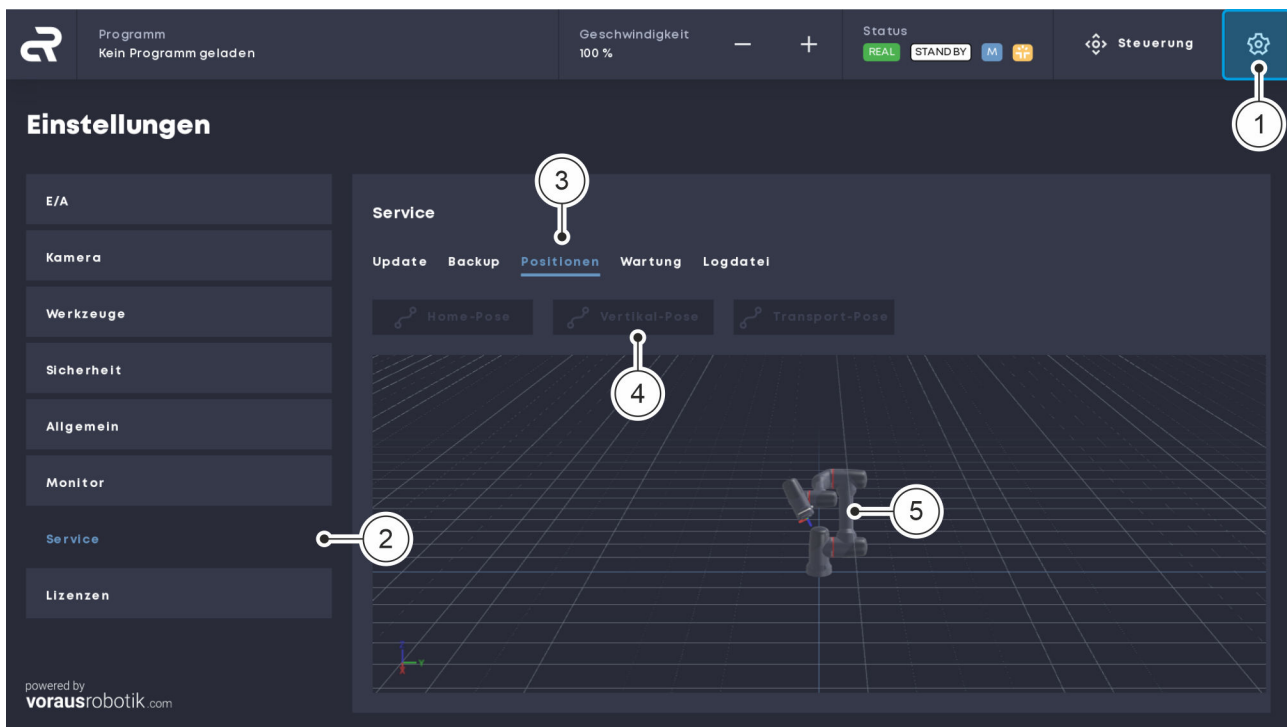

Abb. 41 Vertikale Position anfahren
- In der Navigationsleiste auf das Zahnradsymbol klicken Abb. 41 / ①, um das Menü „Einstellungen“ zu öffnen.
- Im Menü „Einstellungen“ auf die Schaltfläche „Service“ in der linken Registerkarte klicken, um das Fenster der Serviceeinstellungen zu öffnen Abb. 41 / ②.
- Im Menü „Service“ die Registerkarte „Positionen“ auswählen Abb. 41 / ③.
- Auf die Schaltfläche „Vertikal-Pose“ klicken und gedrückt halten, bis die vertikale Position erreicht ist Abb. 41 / ④.
- Der Roboter befindet sich in der vertikalen Position Abb. 41 / ⑤.